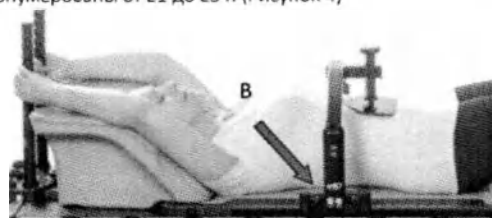

Рисунок 4
4. Расположите дугу на опорной пластине таким образом, чтобы винт касался прижимной пластины, как только вы закрутите его. Прикрепите дугу к опорной пластине, открыв зажимы (B) с обеих сторон. Дуга крепится к круглым отверстиям в верхней части опорной пластины и зажимается под тонким краем. В целях изменения положения запишите положение дуги. Различные положения на опорной пластине пронумерованы от E1 до E34. (Рисунок 4)